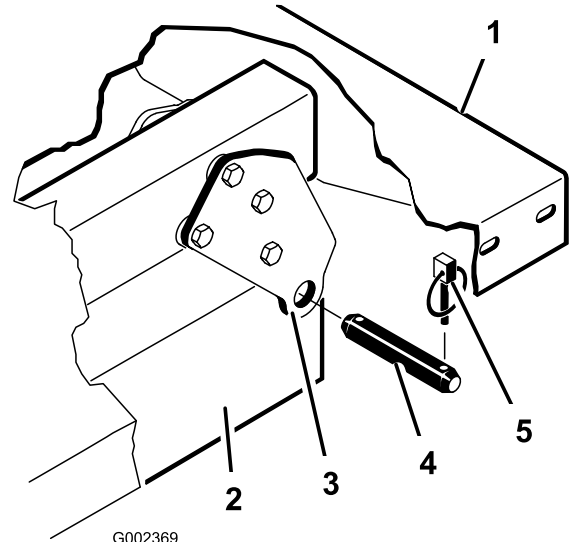

Figura 30
**Nota:** Asegúrese de que las placas de giro traseras están atornilladas al perfil del bastidor de la plataforma con el extremo inferior inclinado hacia atrás (Figura 30).